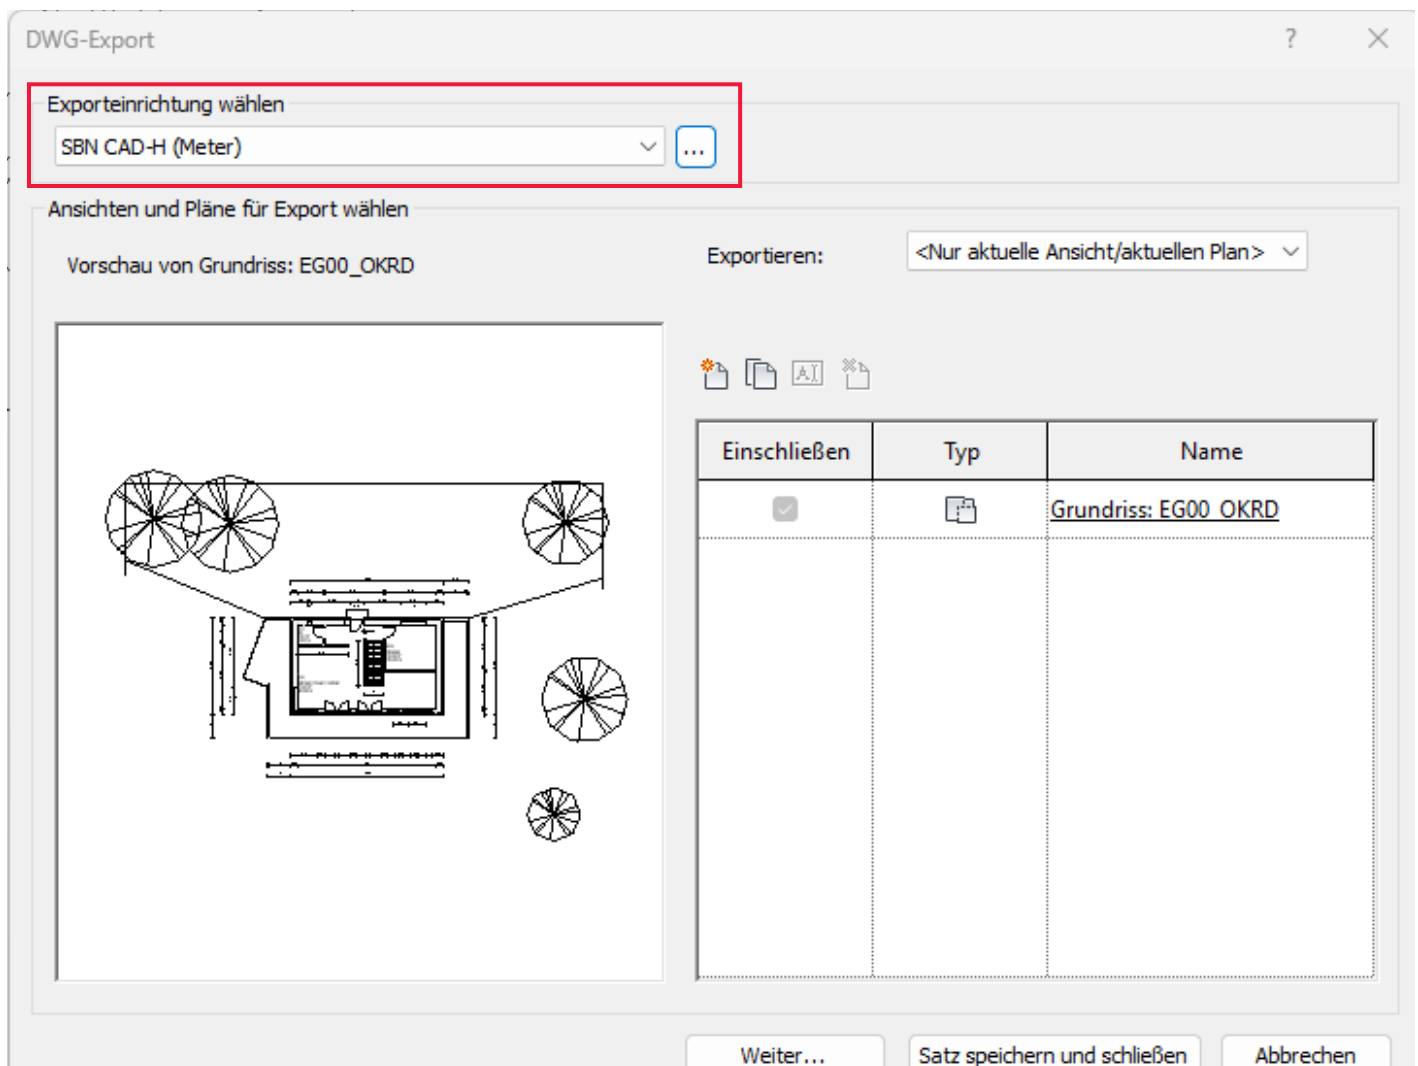

Abb.16: DWG-Export
- Klicken Sie auf die Schaltfläche (**drei Punkte ...**) neben der Dropdown-Liste, um das Fenster **DWG-/DXF-Export-einrichtung ändern** zu öffnen (Abb.16)